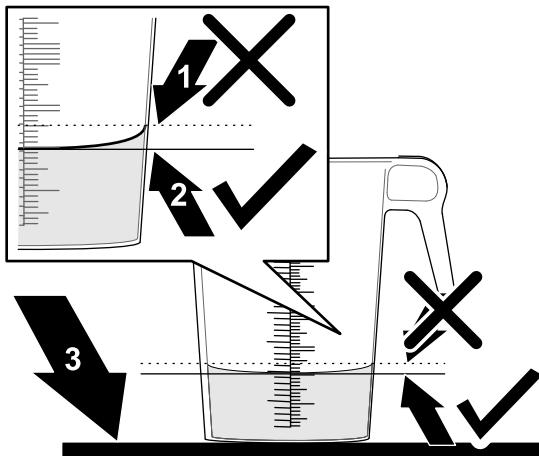

Figura 83
- Coloque o recipiente graduado numa superfície nivelada e anote o volume do fluido (Figura 83).